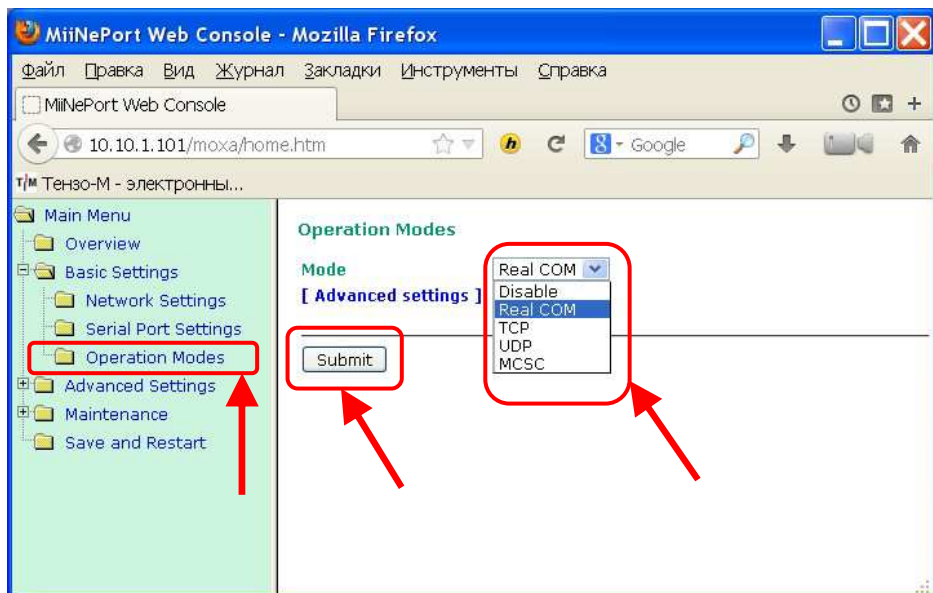

Рис. 16.13. Консоль управления «MiiNePort Web Console», режим последовательного порта.
16.15. Войдите в пункт меню «**Basic Settings\Operation Modes**» консоли управления «**MiiNePort Web Console**» (см. Рис. 16.13).
Установите режим работы последовательного порта (параметр «**Mode**») на «**Real COM**», как показано на Рис. 16.13.
16.16. После настройки режима работы последовательного порта нажмите на кнопку «**Submit**» («подтвердить», см. Рис. 16.13).